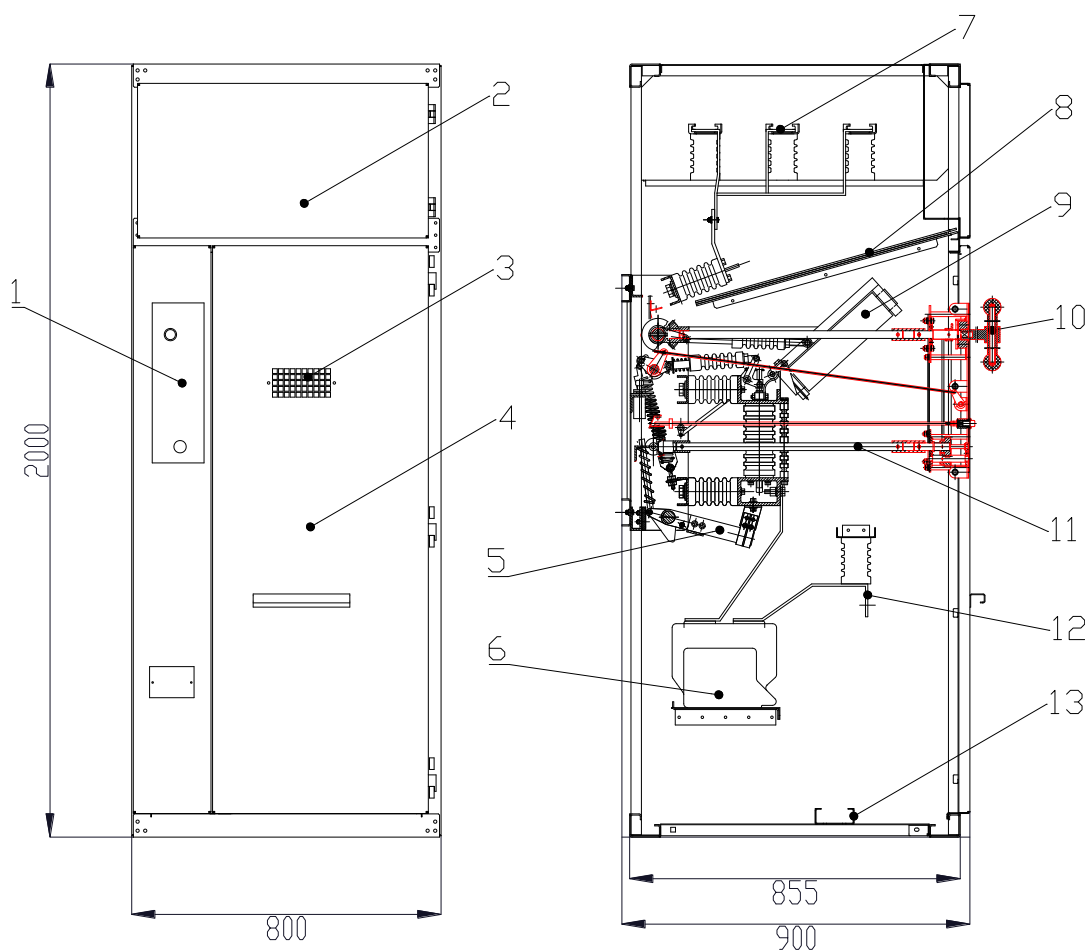

Рисунок 1. Общий вид ячейки КСО-310.
5.6. Защитная перегородка из диэлектрического материала (Рисунок 1, п.8) предназначена для «отсечения» сборных шин, находящихся под напряжением, при отключенном встроенном разъединителе. Установка быстросъемной перегородки позволяет безопасно для персонала производить обслуживание коммутационных аппаратов, трансформаторов и кабелей.